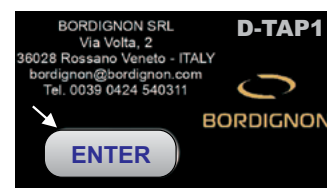

FIG. 5
1. Accendere l'interruttore generale A (FIG. 1) e di seguito l'interruttore C (FIG. 1) posto al lato del touch screen. Attendere qualche istante finché appare la schermata iniziale (FIG. 5);